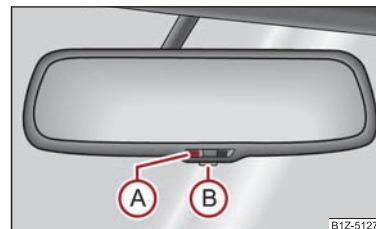

Abb. 53 Automatisch abblendbarer Innenspiegel
- Drücken Sie die Taste (B) $\Rightarrow$ Abb. 53, die Kontrollleuchte (A) leuchtet.